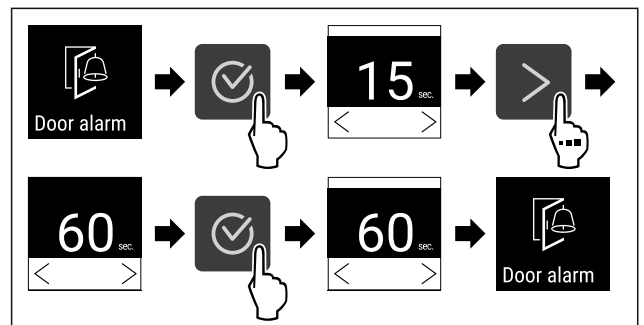

Fig. 140
- ▶ Εκτελέστε τα βήματα ενεργειών (βλέπε Fig. 140).